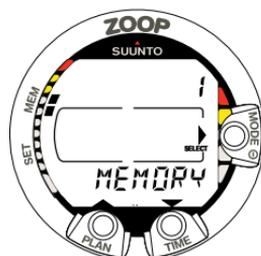

Fig. 4.2. Menu Mémoire [1 MEMORY].
2. Pour faire défiler les différents menus appuyez sur les boutons de défilement haut/bas. Lorsque les menus défilent, leur nom et leur numéro s'affichent (Fig. 4.2. – 4.3.).
6. En fonction du menu, vous pouvez accéder aux mémoires ou régler certains paramètres au moyen des boutons haut/bas. Le bouton « CLÉ » (SELECT) vous permet de confirmer (OK) de quitter un menu (QUIT), un sous-menu ou une option.